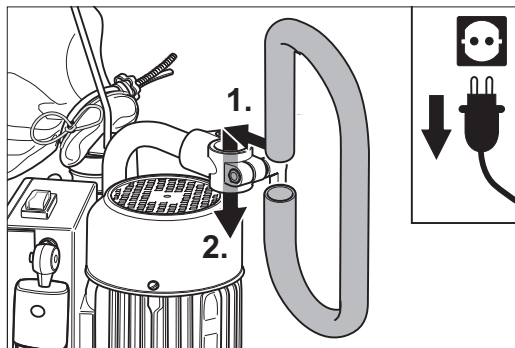

Abb. 17: Montieren des Haltebügels am Rohrbogen.
- 2 Montieren Sie den Haltebügel direkt in die Halterung am vorderen Ende des Rohrbogens (Abb. 17). Ziehen Sie den Klemmhebel wieder an.